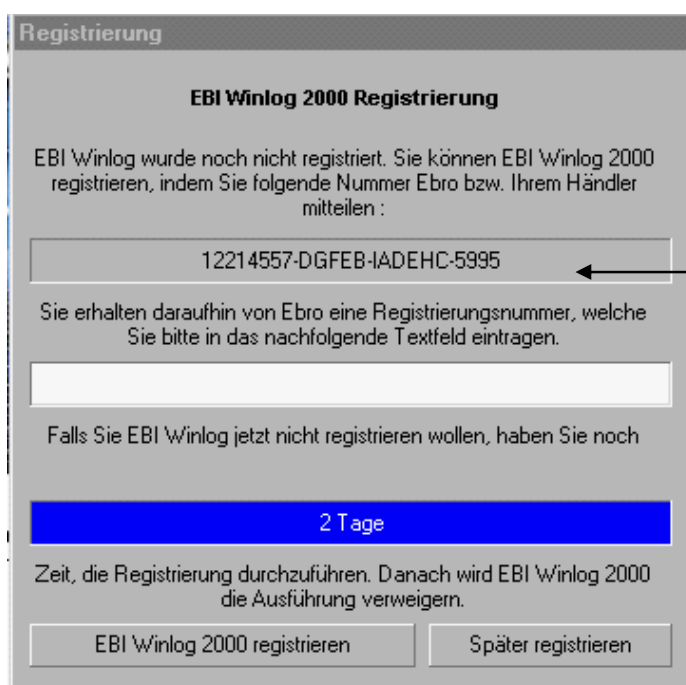

Abb. 25 Registrierung
- Geben Sie diese Zifferkombination dann in das freie Textfeld der Abb. 25 auf Seite 32 ein.